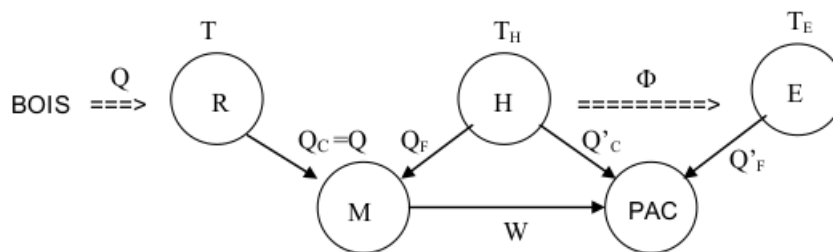

FIGURE 1
7. On imagine maintenant que le bois est utilisé pour maintenir la température $T = 573$ K, d'un réservoir (R) qui sert de SC à un moteur dont la SF est constituée par l'habitation (H). Le travail fourni par le moteur est intégralement transformé en énergie électrique. Celle-ci sert à alimenter une PAC fonctionnant réversiblement entre (H) qui sert de SC et (E) qui sert de SF. Le schéma de fonctionnement est celui de la Figure 1.